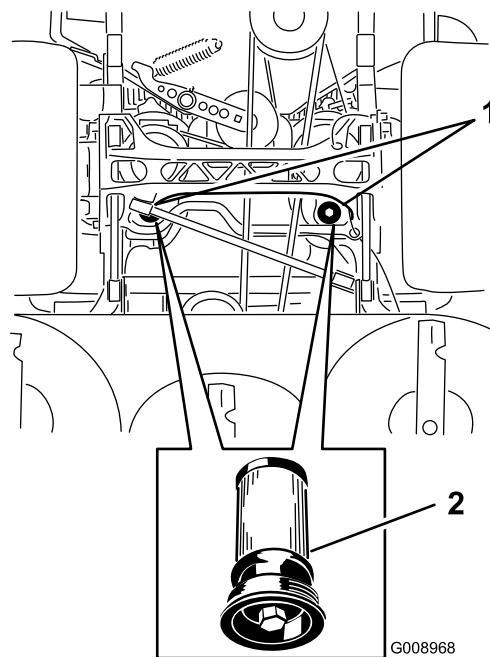

Figura 81
5. Coloque un recipiente debajo del filtro, retire el filtro usado y límpie la superficie (Figura 81).
6. Aplique una capa fina de aceite hidráulico a la junta de goma del filtro nuevo (Figura 81).